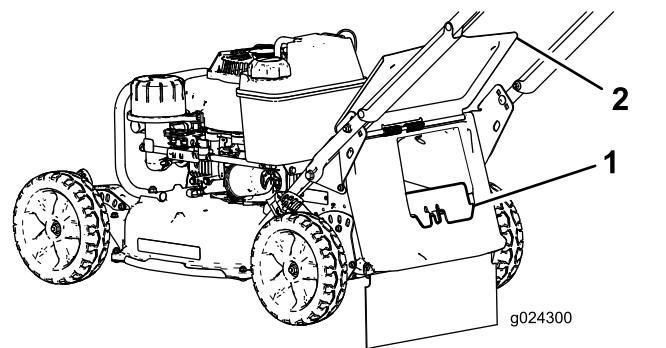

Рисунок 19
- Если задняя выпускная заглушка не установлена, возьмите ее за рукоятку, поднимите заднюю дверцу и вставьте заглушку в желоб заднего выброса до щелчка фиксатора (Рисунок 19).
3. Снимите заднюю выпускную заглушку, нажав на фиксатор большим пальцем и вытянув заглушку из машины (Рисунок 19).